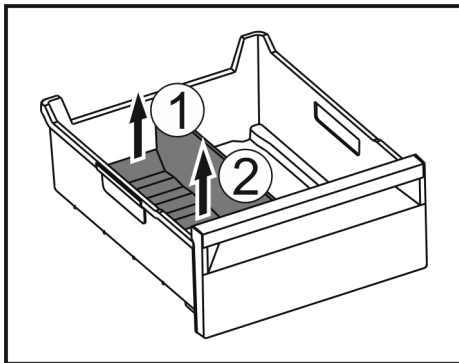

Fig. 106
- ▶ Підняти задню частину перегородки відділення для льоду. Fig. 106 (1)
- ▶ Вилучити перегородку рухом вгору. Fig. 106 (2)